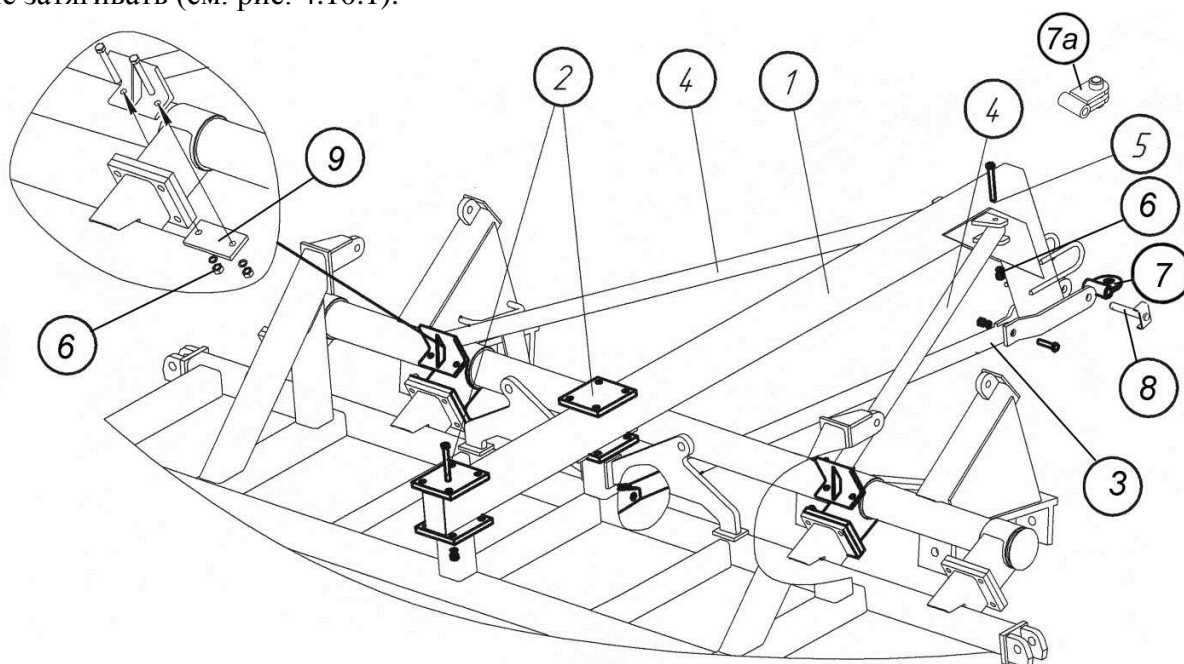

Рис. 4.10.1. Сборка задней сцепки
**4.10.1.** Закрепите заднюю сцепку 1 на установочных стойках главной рамы с помощью двух пластин 2, восьми болтов М20х220, пружинных шайб и гаек. Крепление предварительное, болты туго не затягивать (см. рис. 4.10.1).
**Примечание.** Для ПК с бункером  $V=10\text{м}^3$  устанавливается серьга поз. 7а рис. 4.10.1 (13а на рис. 7.1.5).